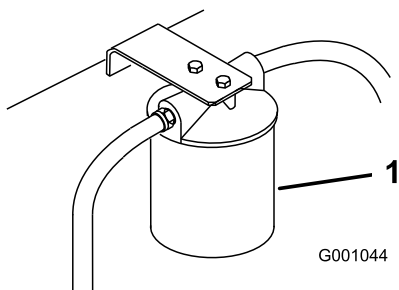

Figura 69
3. Coloque un recipiente bajo el filtro, retire el filtro usado y limpie con un paño la superficie de la junta del adaptador del filtro (Figura 69).